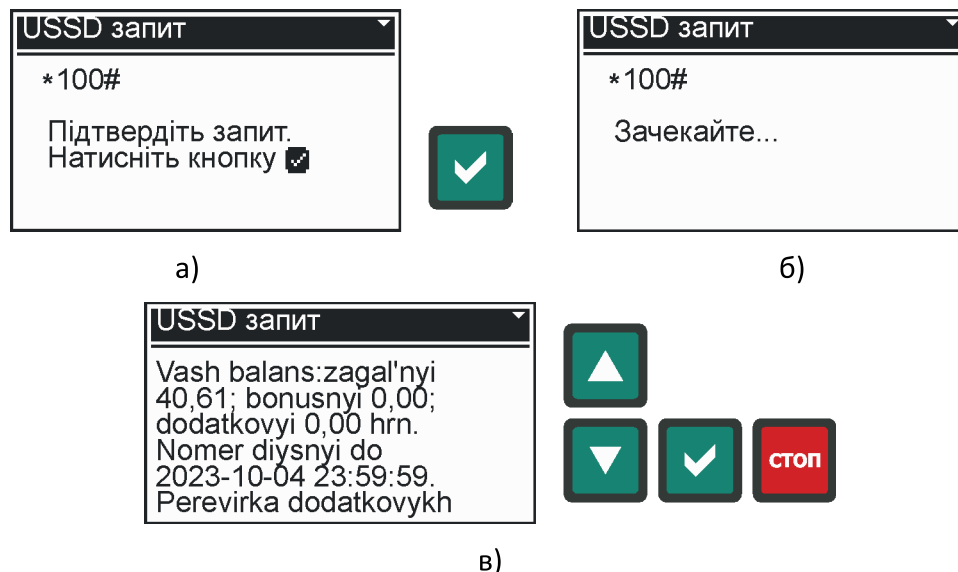

Рис. 5.21 – Меню «USSD запит»:
5.9.3.5.2 Меню «USSD запит» (рис. 5.21) дозволяє отримати необхідну інформацію від оператора мобільного зв'язку, наприклад перевірити баланс на рахунку. Для цього до контролера повинен бути підключений GSM модем (п. 5.11.2) і вибрано відповідне значення параметра P104 (табл. 5.10). Код USSD запиту визначається параметром P300 (табл. 5.10).